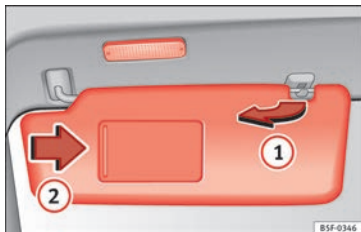

Fig. 142 Pare-soleil.
- Le pare-soleil peut être retiré du support et rabattu contre la porte » fig. 142 ①.
Un miroir de courtoisie, couvert par un volet, se trouve dans le pare-soleil rabattu. Lorsque l'on fait coulisser le volet » fig. 142 ② une lumière s'active.